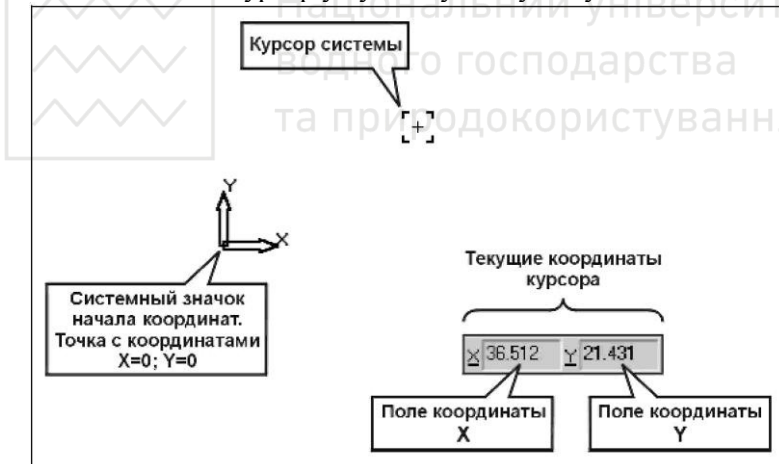

Рис. 5. Відображення координат в Рядку поточного стану
Поточні координати курсору відображаються в спеціальних полях у правій частині Рядка поточного стану (рис. 5). Це абсолютні координати курсору, що відраховуються від початку поточної системи координат. Точка початку поточної системи координат відображається на екрані спеціальним системним значком і завжди має абсолютні координати $X=0; Y=0$.
1. Натиснувши на кнопці **Список шагов** праворуч від вікна поточного кроку в Рядку поточного стану (рис. 5). Розкриється